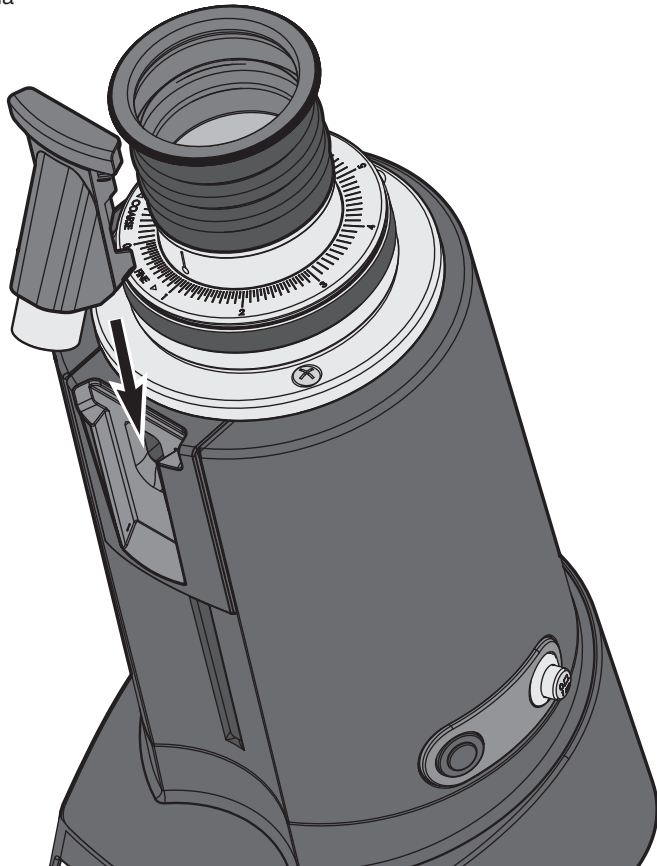

Fig. 3
5. Posizionare la **bocchetta erogatrice** inserendola **nella sua sede** (vedere Fig. 3).